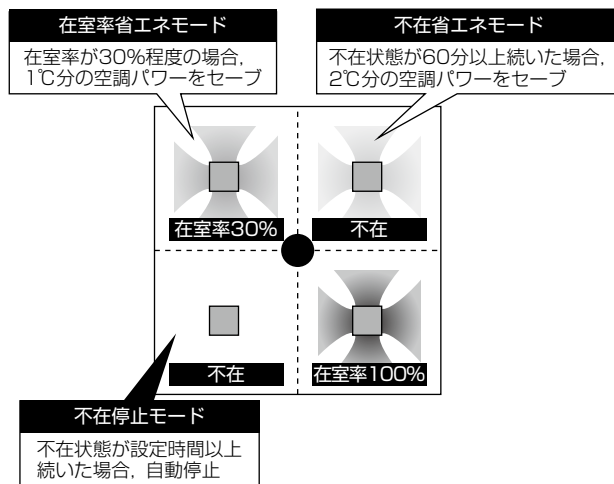

図6. 在室率制御機能(空調機)
(3) 在室率省エネモード(図6)
(4) 不在省エネモード(図6)
(5) 不在停止モード(図6)